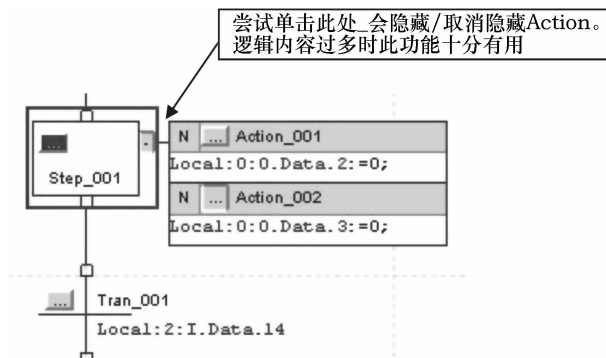

图 14-10 隐藏/取消隐藏 Action
16. 向 Step_001 添加两个 Action，按如图 14-10 所示填写完整。然后按照下方的建议隐藏/取消隐藏 Action。
17. 填写 Transition（见图 14-10）。